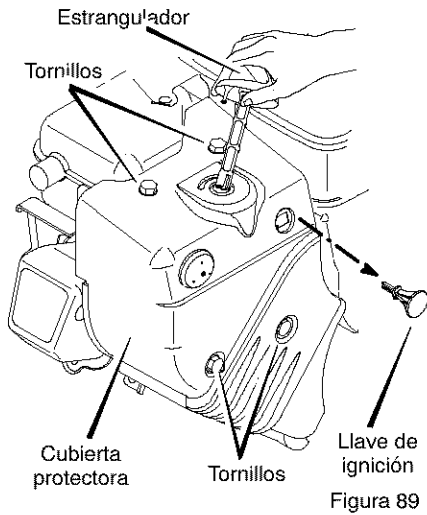

Figura 89
1. Quite el estrangulador (vea la Figura 89).